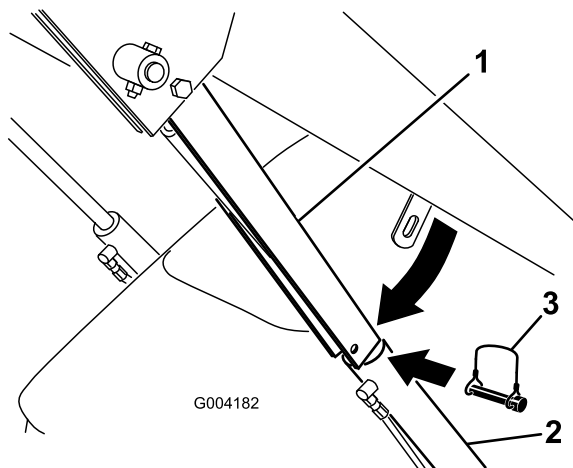

Рисунок 19
- Извлеките шплинт, который крепит замок гидроцилиндра к кронштейну погрузчика (Рисунок 19).
- Опустите замок гидроцилиндра на шток гидроцилиндра и закрепите его при помощи шплинта (Рисунок 19).